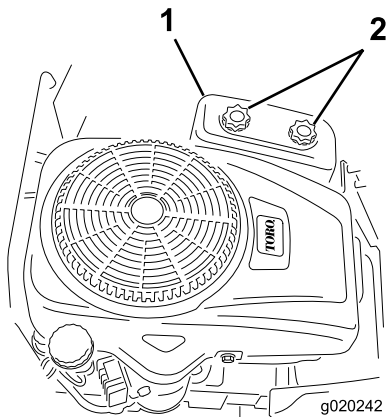

Figura 26
4. Retire la tapa del limpiador de aire desenroscando los 2 pomos (Figura 26).
3. Instale la tapa del limpiador de aire y apriete los 2 pomos (Figura 26).